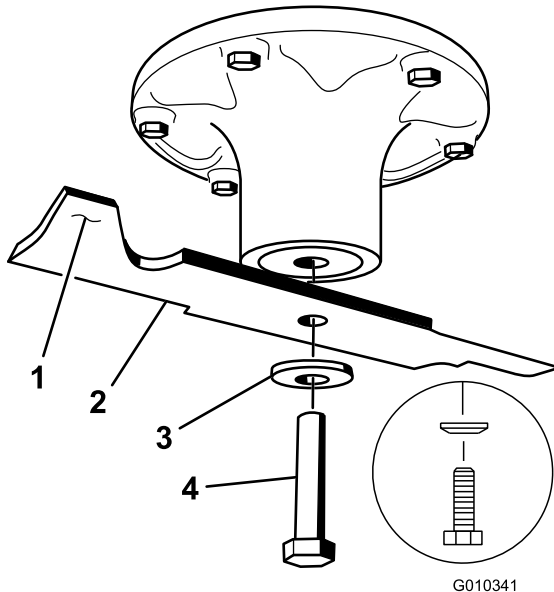

Figura 67
2. Retire a cavilha da lâmina, a anilha curva, e a lâmina do eixo (Figura 67).
1. Instale lâmina no eixo (Figura 67).
2. Instale a anilha curva (lado oval virado para a lâmina) e o parafuso da lâmina (Figura 67).